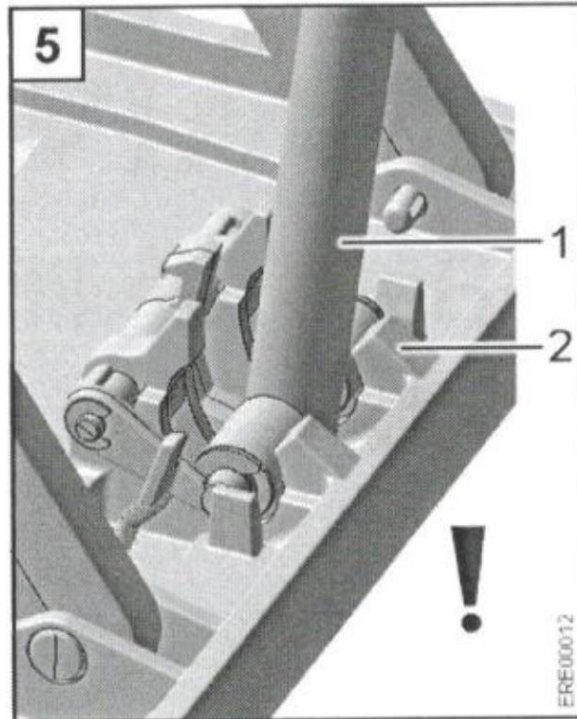

Рис. 10
- Чи знаходиться привідна база (див. Рис. 10; 1) у держачі приводу (див. Рис. 10; 2)?